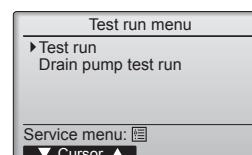

Fig. 8-2
- Selezionare l'opzione "Test run" (Prova di funzionamento) dal relativo menu, quindi premere il pulsante [SCEGLI]. (Fig. 8-2)